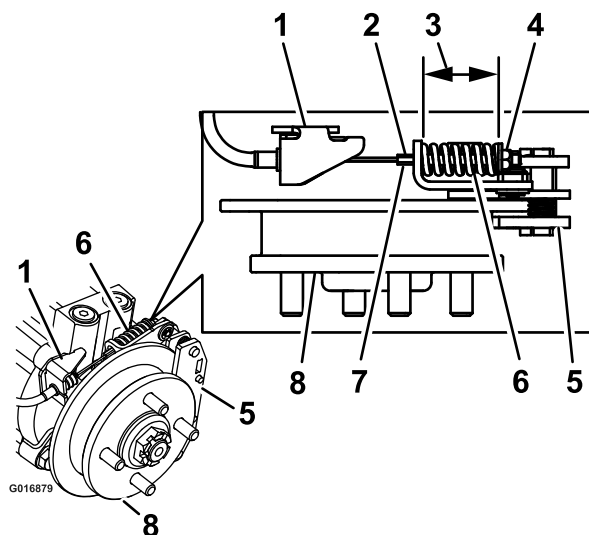

Figure 74
9. Maintenez l'extrémité de la tige filetée avec un outil et ajustez le contre-écrou jusqu'à ce que la longueur du ressort se situe entre 3,8 et 4 cm (1-1/2 et 1-9/16 po) (Figure 74).